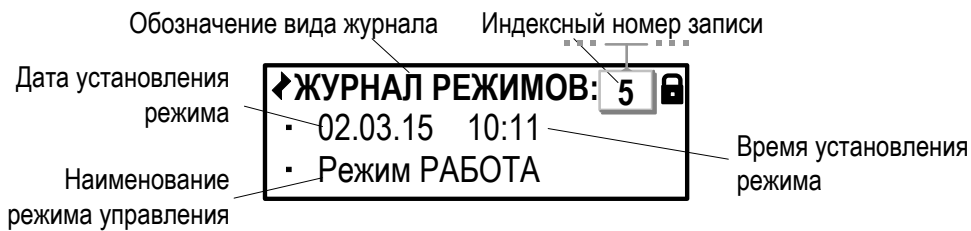

Рис.46. Вид окна индикации «Журнала режимов».
7.3.5. Изменение режима управления ТВ фиксируется в **Журнале режимов** (рис.46).